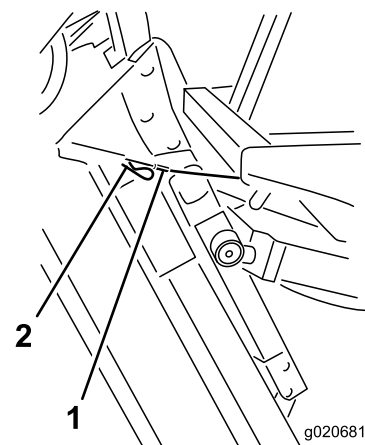

Figura 99
6. Sujetando la unidad de corte en posición vertical, coloque el extremo del cable sobre el pasador del brazo de elevación de la unidad de corte y fíjelo con el pasador de horquilla (Figura 99).